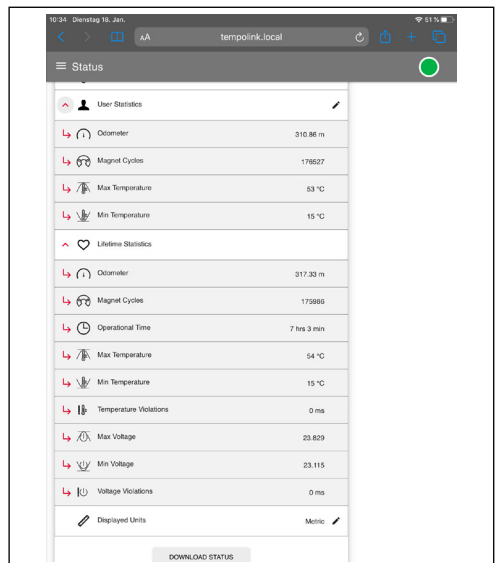

Abb. 26: Werte unter „User Statistics“ und „Lifetime Statistics“
- **User Statistics:** Je nach Firmware des Sensors werden Statusinformationen angezeigt, die Sie als Anwender zurücksetzen können. Klicken Sie den roten Pfeil links neben dem Symbol an, um die folgende Informationen anzuzeigen (Abb. 26):